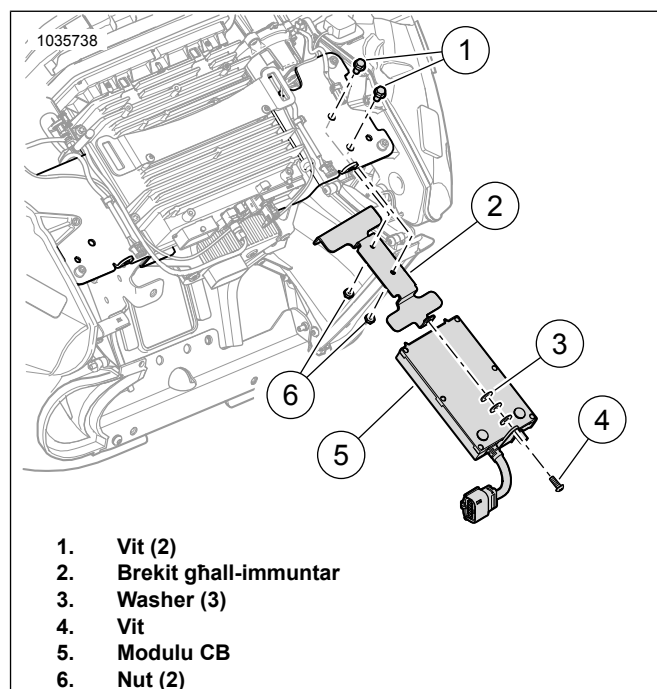

Figura 4. Installa l-modulu CB: Fairing Immuntat fuq Qafas
1. Ara Figura 4 . Installa l-brekit għall-immuntar (2).
2. Installa l-viti (1) u l-iskorfini (6). Issikka.